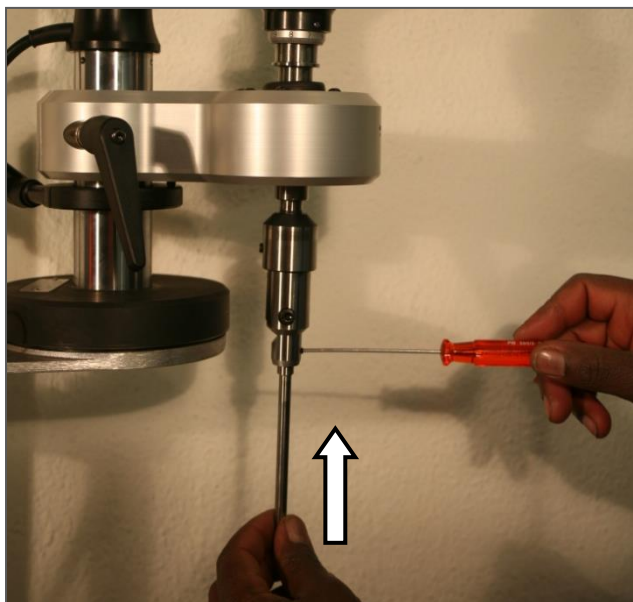

Fig. 9
5. Inserte el piloto correcto en el cabezal de la herramienta y asegúrelo con el tornillo de fijación, mediante el uso de la llave winhex cerrado. Gire el dispositivo de avance hasta la posición superior. Fig. 9